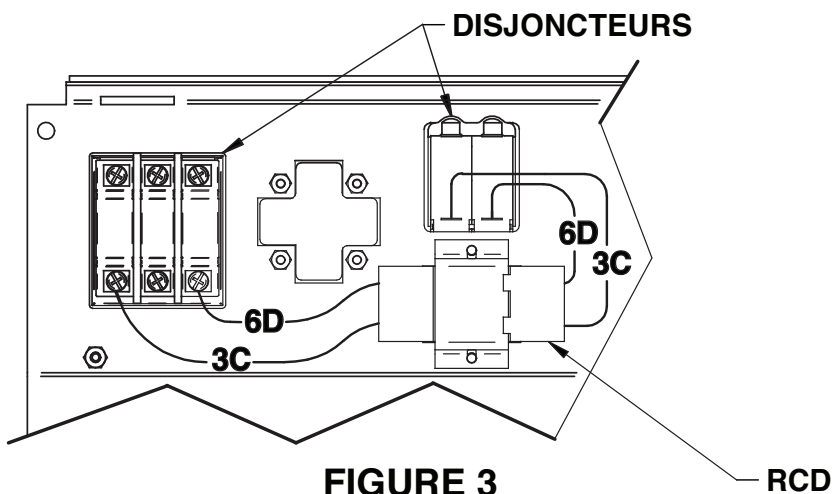

FIGURE 3
6. BRANCHER LES FILS DU DISJONCTEUR SUR LE RCD TEL QU'ILLUSTRÉ (VOIR LA FIGURE 3). NOTER LA CONFIGURATION DES FILS